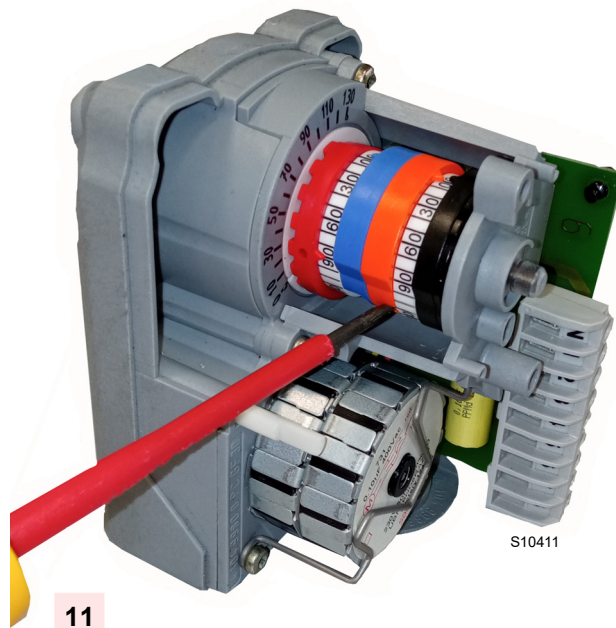

Fig. 37
- Pour l'éventuel réglage de la came III, utiliser le tournevis 11)(Fig. 37).
- 11 Tournevis pour le réglage de la came III (Fig. 37)